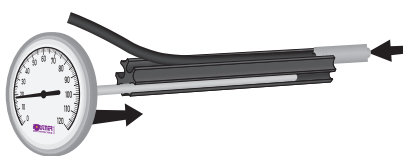

Figure 10 : Le thermomètre et les capteurs de température sont enfoncés dans le module enfichable.
1. Insérez le thermomètre par la face frontale dans le module enfichable (► *figure 10*).